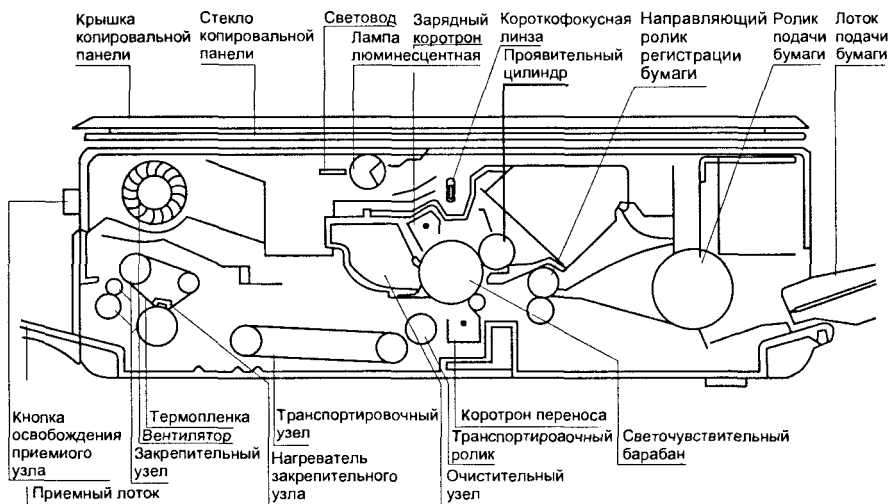
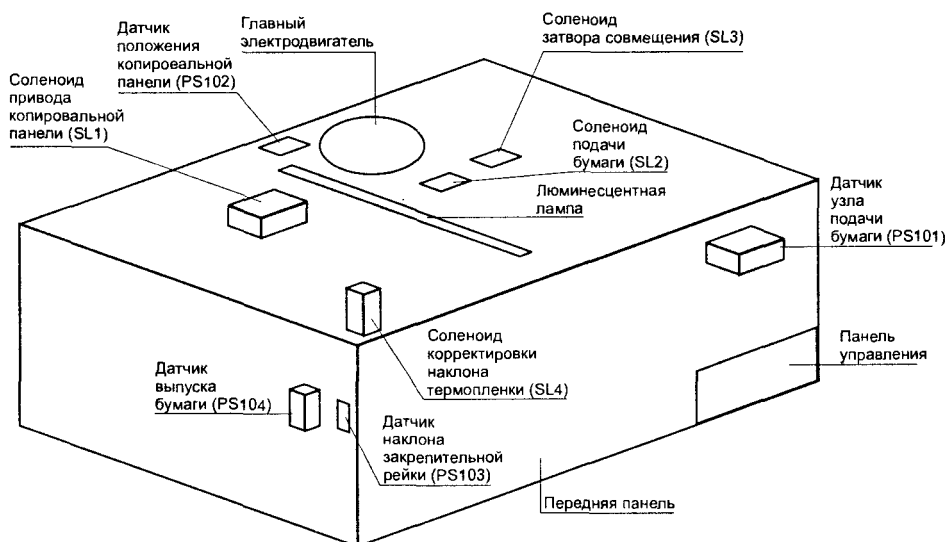

Рис. 1.5. Расположение узлов копировального аппарата
Рис. 1.6. Расположение электрических исполнительных элементов
Расположение узлов копировального аппарата (вид в разрезе) показано на рис. 1.5, а электрических исполнительных элементов — на рис. 1.6.
- прочищают элементы оптической системы (см. рис. 1.5): люминесцентную лампу, отра-
- прочищают коротрон переноса или заменяют его на новый (см. рис. 1.5);
- регулируют положение термопленки на закрепительном узле (см. рис. 1.5) и при необходимости заменяют пленку;
- прочищают механические узлы, по которым движется бумага (см. рис. 1.5): ролик совмещения, транспортировочный узел;
- проверяют факт срабатывания соленоидов подачи бумаги SL2 и совмещения SL3 (см. рис. 1.6, 1.7);
- проверяют факт срабатывания соленоида привода копировальной панели SL1 (см. рис. 1.6, 1.7);
- проверяют факт срабатывания датчика выпуска бумаги (см. рис. 1.6, 1.7);
- проверяют работу механических элементов узла подачи бумаги и ролика совмещения (см. рис. 1.6);